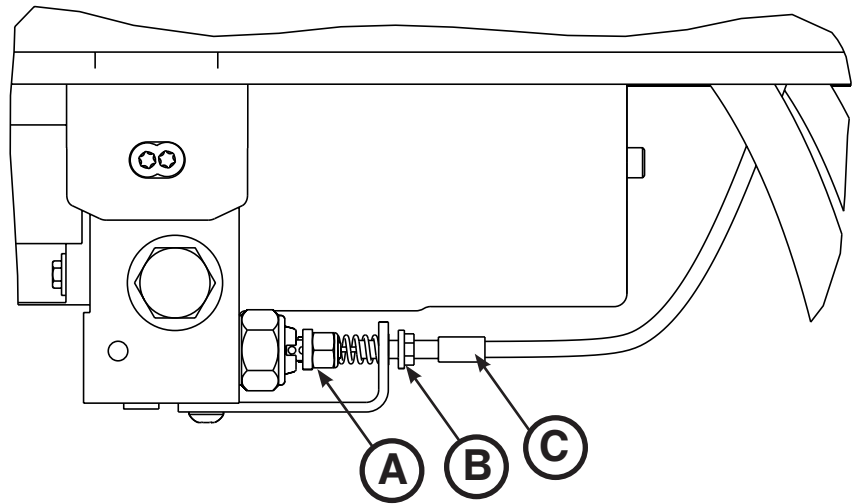

Figure 48
2. S'assurer que le câble de libération manuelle est intact (A) (Figure 48).
3. À l'aide d'une clé mixte de 10 mm, desserrer le contre-écrou (B) du câble (Figure 48).
4. À l'aide d'une clé mixte de 8 mm, régler la tension du câble de libération manuelle de façon à ce qu'il touche à peine le double support de traction du système de libération manuelle (C) (Figure 48).